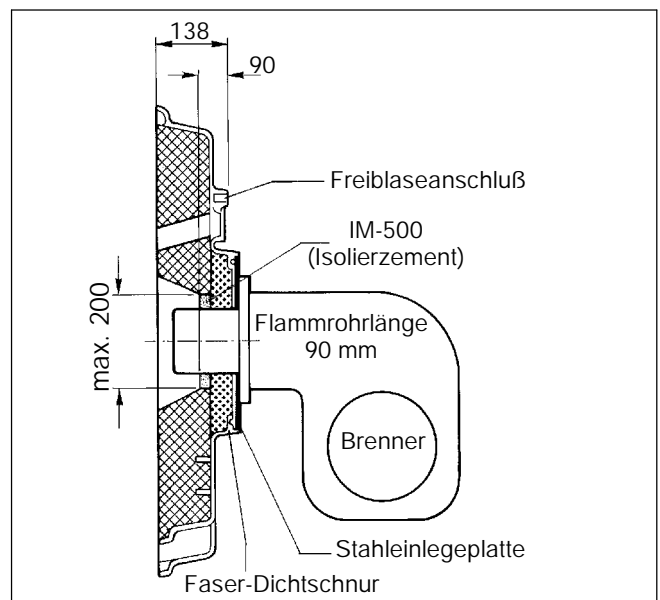

Abb. 25 Brenntür
- Brennerrohr mit Wellpappe oder dergl. umwickeln und festbinden. Brennerrohr montieren und den verbleibenden Spalt zwischen Brenntürisolierung und Brennerrohr mit dem mitgelieferten Isolierzement ausfüllen (Abb. 25).
- Freiblaseanschluß des Schauloches mit dem Brenner verbinden (Abb. 25), damit das Schauglas frei von Ablagerungen bleibt.